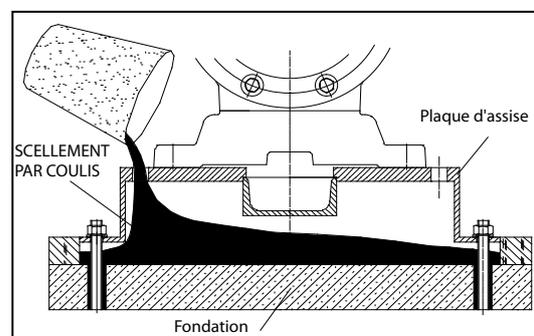

Figure 4.1 - Scellement par coulis
1. Après l'introduction du coulis, fixer les manchons et déplacer légèrement les goujons d'ancrage pour qu'ils coïncident avec les trous dans la plaque d'assise (voir figure 4.1).